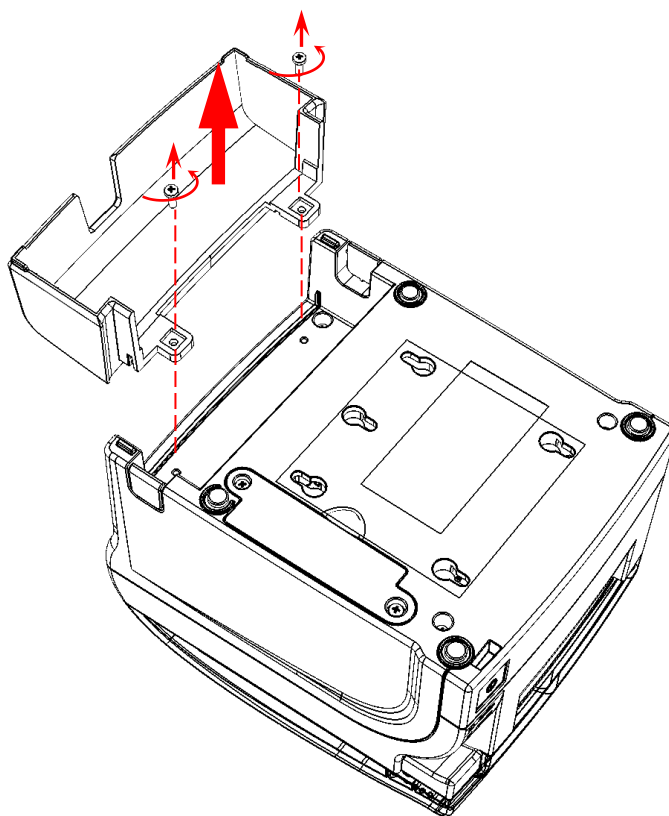

Рисунок 12. Снятие защитной панели
4. Для удобства работы можно отделить защитную панель от задней части корпуса изделия, открутив два винта крепления (см. рисунок 12).